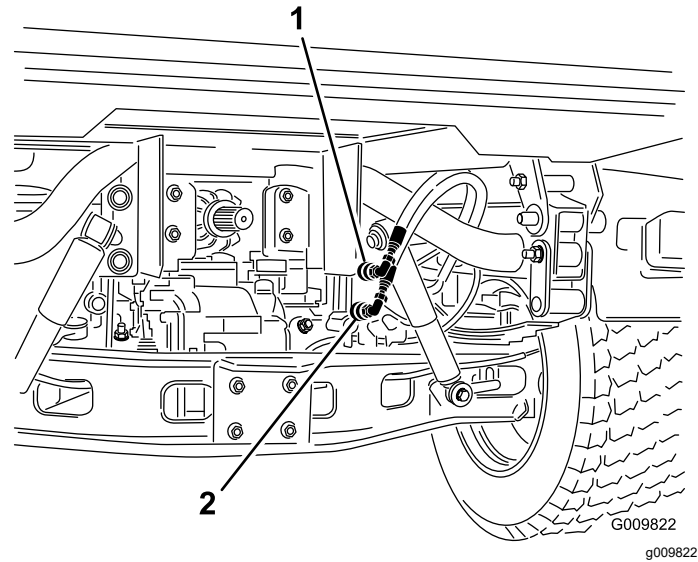

Figure 74
2. Sur les deux machines, débranchez les 2 flexibles à raccords rapides des flexibles fixés au support de raccord (Figure 74).